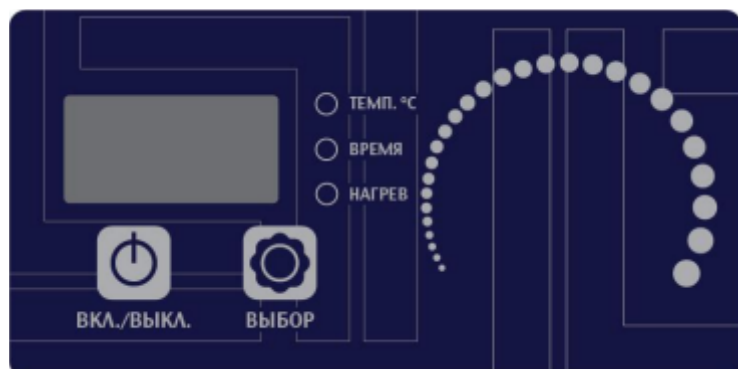

Рисунок 1 — Панель управления конфоркой плиты
2. Нажмите кнопку «ВКЛ./ВЫКЛ.» (Рисунок 1). Включится конфорка, включится индикатор «НАГРЕВ». По умолчанию активирован уровень мощности «4».